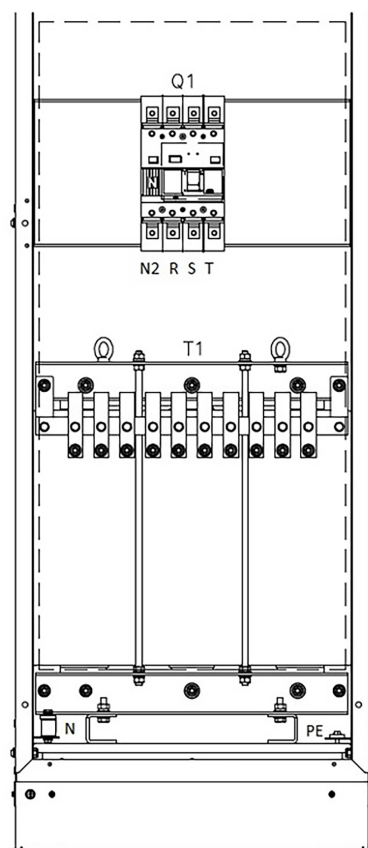

Figura 4.7: Conexões dos cabos de potência e aterramento do painel de transformador
A conexão dos acessórios **AAT-UMDW**, **ATI-UMDW** e **AATTI-UMDW** deve ser realizada conforme o projeto (Fase R/S/T/N2) e conectada à barra de terra (PE) conforme Figura 4.7 na página 4-8.